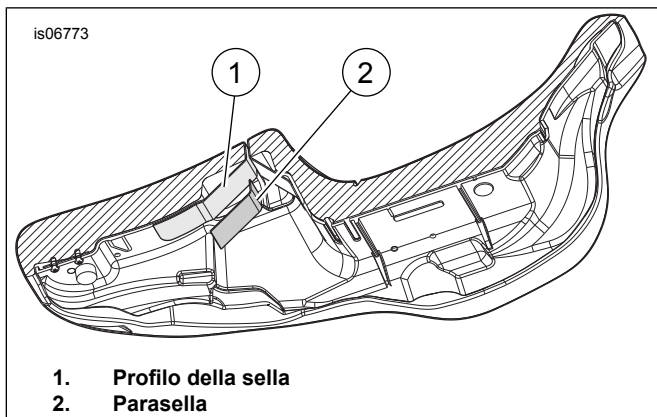

Figura 4. Lato inferiore della sella
13. Figura 4 Prendere nota della forma della superficie che il parasella (2) andrà a ricoprire e modellare quest'ultimo delicatamente in modo da adattarlo ai contorni della sella (1).